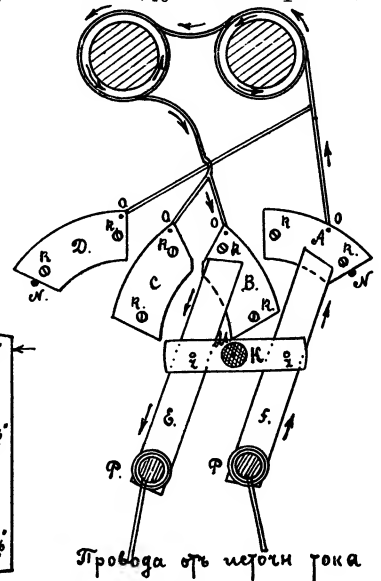
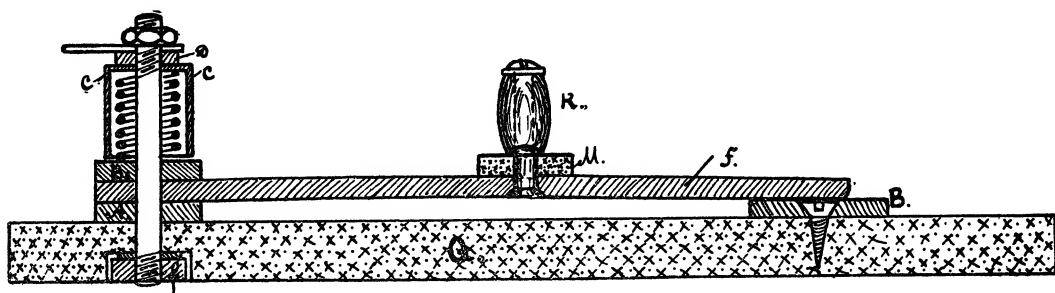

Рис. 4.
Рис. 5.
сихъ направленіе питающаго цѣпь тока, дѣлается изъ мѣди же, или латуни, тоже въ  $\frac{1}{8} - \frac{3}{16}''$  толщиной и шириною около  $\frac{1}{2}''$ . (E—F) Ихъ нижнія плоскости въ концахъ, которыми онѣ соприкасаются съ секторами, должны быть тщательно опилены, чтобы было больше точекъ соприкосновенія (рис. 4—SF). Въ противоположныхъ концахъ просверливаются дырочки въ  $\frac{3}{16}''$  для прохода
зажимныхъ болтовъ. Сами пластинки изгибаются по дугѣ весьма большой окружности (рис. 4). Подъ нихъ подкладываются въ мѣстахъ закрѣпленія круглыя шайбы такой же толщины, какъ и сектора (A). Сверху пластинокъ, опять же, накладываются шайбы (B), которыми онѣ и прижимаются къ секторамъ (рис. 5).